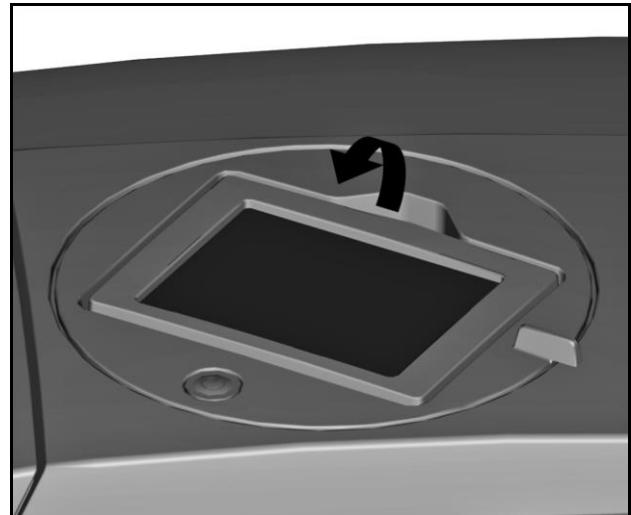

Figura 11 Panel t ctil plegado
- 1 Despliegue el panel táctil hasta la posición deseada (véase "Figura 11 Panel táctil plegado").